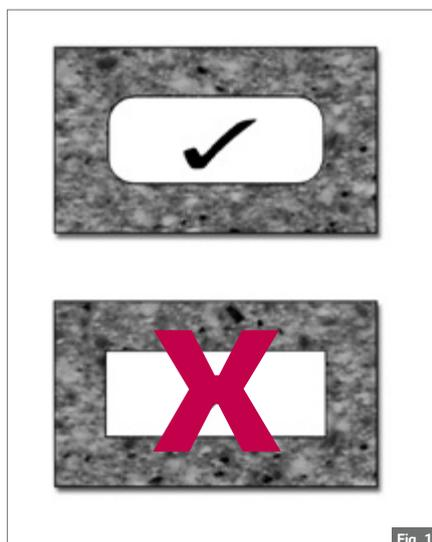

Fig. 1
3. Il faut toujours usiner un rayon pour ces coins et faire en sorte que le rayon soit aussi grand que possible ( $R \geq 8$  mm). Fig. 1.
2. L'un des moyens le plus facile de produire un bord descendant est simplement d'empiler des couches de HI-MACS® sur la face interne de la plaque. Fig. 1.